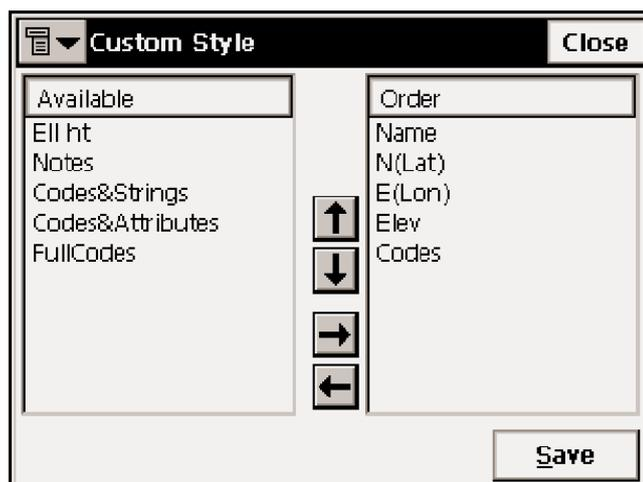

Рисунок 5-22. Свой формат
Чтобы создать новый формат файла, в окне **Custom Style (Свой Стиль)** введите порядок следования данных (рис. 5-22).
4. Нажмите **Save (Сохранить)** (рис. 5-22). В окне *Text File Format (Текстовый формат файла)* созданный формат появится в выпадающем списке *Select File Format (Выберите формат файла)*.